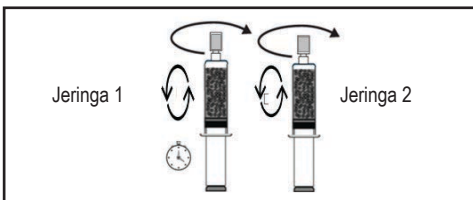

Figura 12.
- 2.8 Mezcle suavemente invirtiendo/removiendo la jeringa de carga cada cinco minutos (Figura 12). Si se agita muy fuerte, puede producirse espuma.